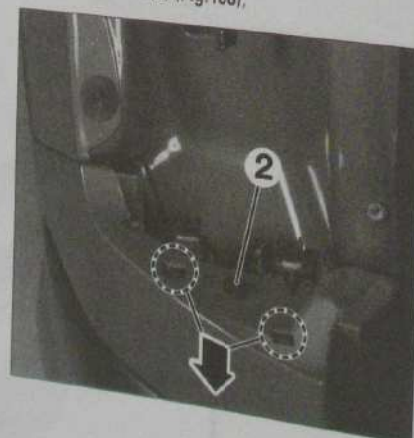

Fig. 188
- déposer les vis (2) (Fig. 188),
- dégrafer le bouclier comme illustré (Fig. 190) et (Fig. 188).